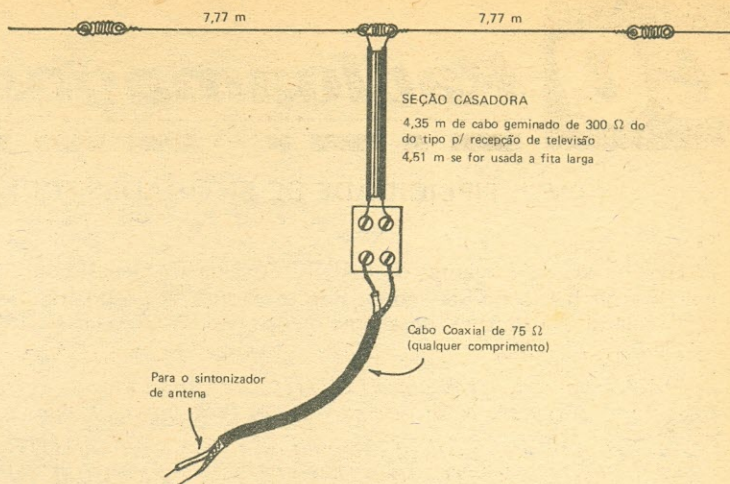

Fig. 1 — Dimensões da antena G5RV "Júnior". Para dimensões da seção casadora (que depende do tipo de linha utilizado), ver texto.
A Fig. 1 dá as dimensões gerais da antena. O comprimento da seção casadora dependerá do tipo de linha de 300 ohms empregado. Se empregarmos fita geminada comum para TV, o comprimento será de 4,35 metros. Caso seja obtida a fita larga de 300 ohms, o comprimento será de 4,51 metros, considerando o fator de velocidade (0,85) informado no The A.R.R.L. Handbook. Com linha aberta (Idealinha ou equivalente) o comprimento da seção casadora será de 5,17 m. Quanto ao cabo coaxial (75 Ω) poderá ter qualquer comprimento, sendo que Louis Varney recomenda (para limitar as perdas) que não passe de 30 metros.
4) Na junção da fita de 300 ohms com o cabo coaxial, pode-se usar uma peça para emenda de fios, encontrada em casas de material elétrico. Na Fig. 1, esta junção aparece em tamanho bem maior do que o restante, justamente para ser reconhecida. Use a menor possível, por exemplo, de 6x8x15 mm. Vede a peça com cola epoxi, na entrada da fita, na ponta do cabo coaxial e nos parafusos.